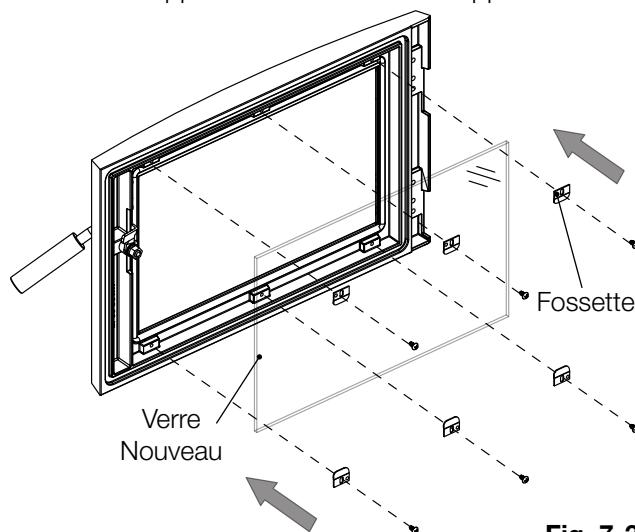

Fig. 7-3
- Fixez encore les 6 supports de verre en installant les 6 vis précédemment retirées en étape 2 (**Fig. 7-3**). Assurez-vous que les fossettes des supports face en la direction opposée du verre.